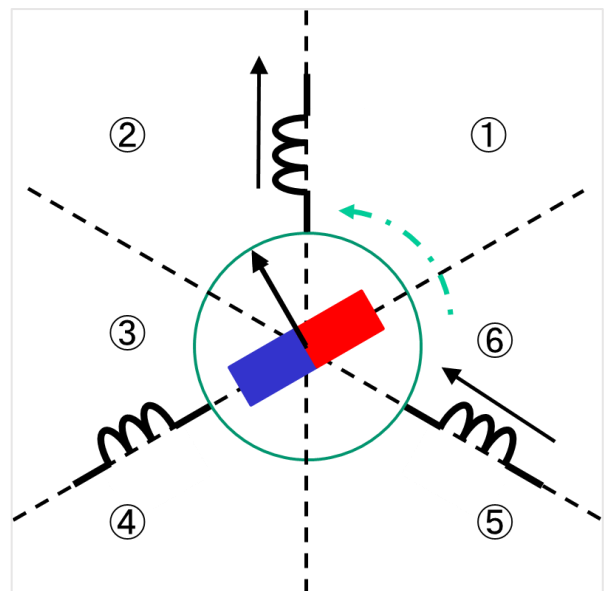

Figure 1
今回実装する 120 度通電制御は、ローターの位置を 6 セクションに分け、その位置にあった回転磁界を発生させるために励磁する相を決めます。簡単なイメージとして Figure 1 を見てください。コイルが 3 つあり、電流を流すときにローターの磁石の方向に対して 90 度の位置で磁束を生成するように制御します。図の場合、反時計回りに回転しようとしています。ローターが回転し②の領域に入った場合、③の領域に磁束が生成されるようにコイルへの電流を変化させます。この一連の動きを繰り返すことで、ローターが回転します。これらの詳細については BLDC の専門書を参照してください。